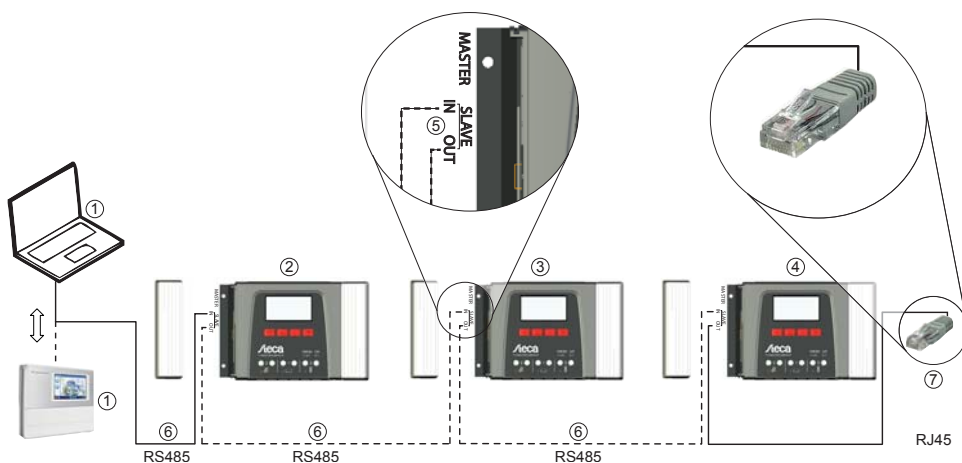

Fig. 2: Cableado del bus esclavo
- Solo puede conectarse un maestro ① (fig. 2). Posibles maestros: PC o registrador de datos u otro aparato maestro de Steca apto para instalaciones aisladas.
- Cada esclavo ②, ③, ④ deberá tener una dirección propia dentro del rango de 1 a 99. Las direcciones no pueden estar duplicadas. Configurar la dirección del esclavo del regulador en *»Menú principal«* ▶ *»Ajuste del sistema«* ▶ *»RS485 dirección Slave«*.
- El maestro en un extremo del bus y el esclavo del otro extremo deben contar con una terminación ⑦; véase instrucciones sobre maestros/esclavos.